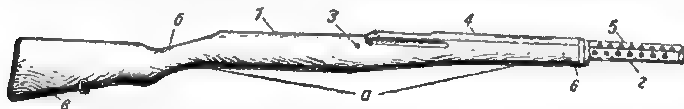

Рис. 45. Ложа и ствольная накладка:
46. Ложа и ствольная накладка (рис. 45) в собранном виде состоят из следующих частей: ложи, нижнего кожуха, болта нагеля с втулкой, ствольной накладки, верхнего кожуха, ложевого кольца.